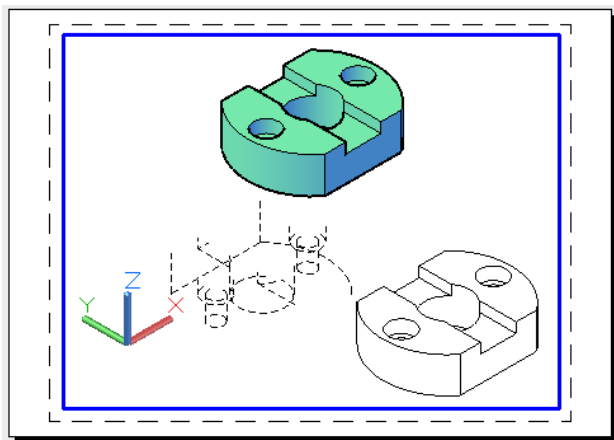
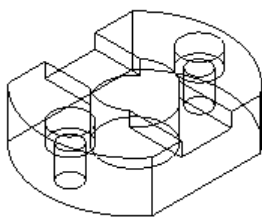

图 14-10 显示在布局视口中的三维实体的二维轮廓图
图 14-11 把实体的所有轮廓线当做可见线创建一个块
命令结束后,选定的三维实体将被投影至与当前布局视口平行的二维平面上,二维投影图在隐藏线和可见线的独立图层上生成,且仅显示在该视口中,如图 14-10 所示(已经将二维图和三维图移动开)。
② 如果回答“否”，将把所有轮廓线当做可见线，并且为每个选定实体的轮廓线创建一个块。不管是否被另一实体全部或部分遮挡，都将创建选择集中每一实体的所有轮廓线。用与原实体同样的线型绘制可见的轮廓块，并且放在一个按“是”选项中描述的命名规则唯一命名的图层（即“PV-视口句柄”图层）上。按此操作，图 14-10 中的实体所生成的块如图 14-11 所示。